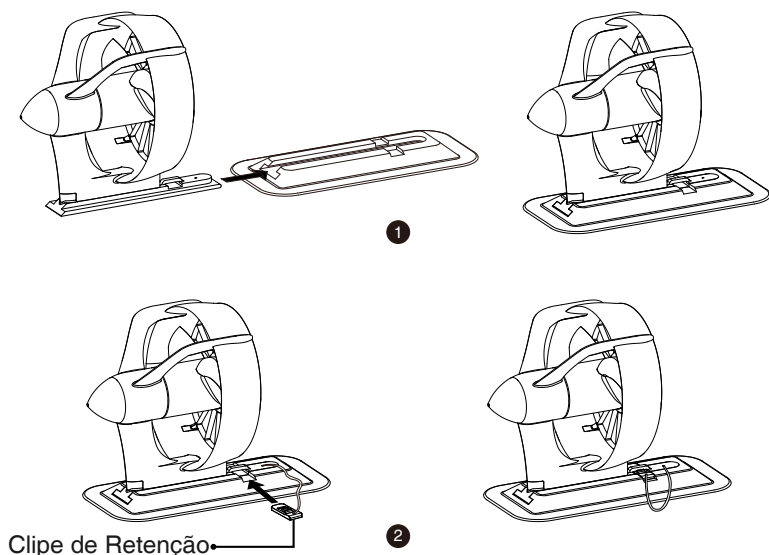

Figura 3-4
- ① Deslize o adaptador padrão completamente para dentro da caixa de aletas.
- ② Insira o clipe de retenção para bloquear o adaptador (Figura 3-4).